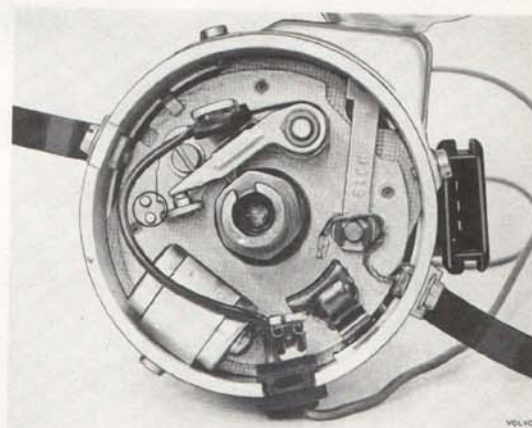

Bild 3-55. Urtag för justering av brytarkontakter
2. Justering sker genom att lossa lite på skruven för brytarkontakterna och därefter sätta en skruvmejsel i urtagen, bild 3-55, och vrida tills slutningsvinkeln är korrekt.